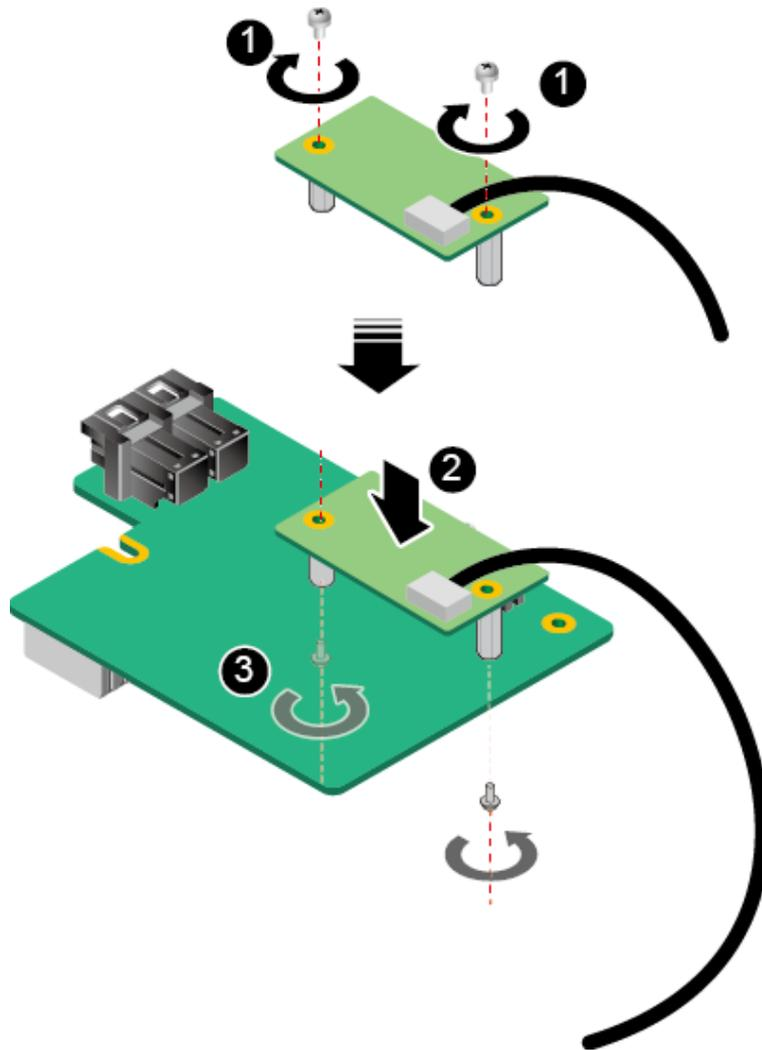

图 5-16 安装 TFM 卡
13. 将超级电容扣卡(trans flash module card, TFM 卡)沿竖直方向插入 RAID 控制卡,如图 5-16 中①、②所示。
14. 拧紧固定 TFM 卡的螺丝钉，如图 5-16 中③所示。